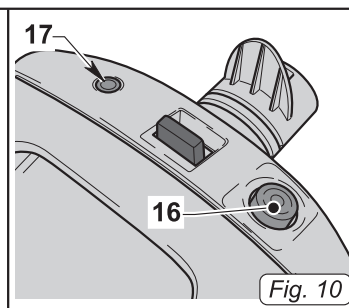

Fig. 10
- Premere l'interruttore (16 Fig. 10) per spegnere l'apparecchio.
- Premere l'interruttore (16 Fig. 10), che si illumina, per avviare l'apparecchio.
- L'illuminazione della lampada (17 Fig. 10) indica che il sacco in carta è pieno e deve essere sostituito.